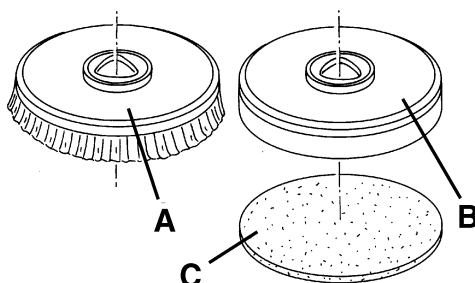

Рис. 2
1. В зависимости от типа планируемой очистки машину можно оснастить либо щетками (А, Рис. 2), либо держателями прокладок (В) с прокладками (С) вместе с соответствующей платформой.
2. Вставьте ключ зажигания (80) и поверните его в положение «I».
3. Переключите регулятор скорости (4) в положение холостого хода, повернув его против часовой стрелки.
4. Установите щетки (А) или держатели прокладок (В) под платформой (18).
5. Опустите платформу на щетки/держатели прокладок, нажав переключатель (71).
6. Надавите вперед рычаг (3), чтобы войти в зацепление с щетками/держателями прокладок, затем отпустите его. В случае необходимости, повторяйте эту процедуру, пока не удастся зацепить щетки/держатели прокладок.
*Поверните регулятор скорости (4) против часовой стрелки, чтобы переключить машину на холостой ход.*
*Не нажимайте рычаг (3) полностью, иначе машина запустится.*
7. Чтобы снять щетки/держатели прокладок, необходимо поднять платформу, нажав переключатель (71), затем нажать переключатель (75) и подождать, пока щетка/держатель прокладки упадет на пол.